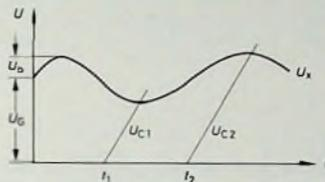

Bild 5. Meßfehler infolge einer überlagerten Wechselspannung beim Spannungs-Zeit-Umsetzer
die der zu messenden Gleichspannung  $U_X$  überlagert ist, das Meßergebnis unter Umständen bis zur vollen Größe ihrer Spitzenspannung. Maßgebend für das Ende der Meßzeit und damit für das Meßergebnis ist ja die Schaltbedingung  $U_C = U_X$  für den Komparator 2. Wenn  $U_X$  aus einer Gleichspannung  $U_G$  und einer Störwechselfspannung mit der Amplitude  $U_0$  besteht, so hängt der gemessene Wert davon ab, zu welcher Zeit die Messung begonnen wird (Bild 5). Die Anzeige schwankt
2. Qualitativ ausreichende Stromquelle. Das heißt in diesem Falle, daß der lineare Zusammenhang zwischen dem gelieferten Strom I und der Meßspannung  $U_x$  innerhalb der gewünschten Genauigkeit gewährleistet sein muß. Auch an die Stromquelle werden hier also höhere Anforderungen gestellt, da diese Linearität im Bereich von praktisch  $I = 0$  (für  $U_x = 0$ , das heißt Forderung nach stabilem Nullpunkt) bis hin zum Maximalwert  $U_x + U_b$  (s. Bild 5) gefordert wird. Die Mittelwertbildung erfolgt natürlich nur dann exakt, wenn der Strom I auch exakt der Spannung  $U_x$  einschließlich der überlagerten Störspannung folgt.